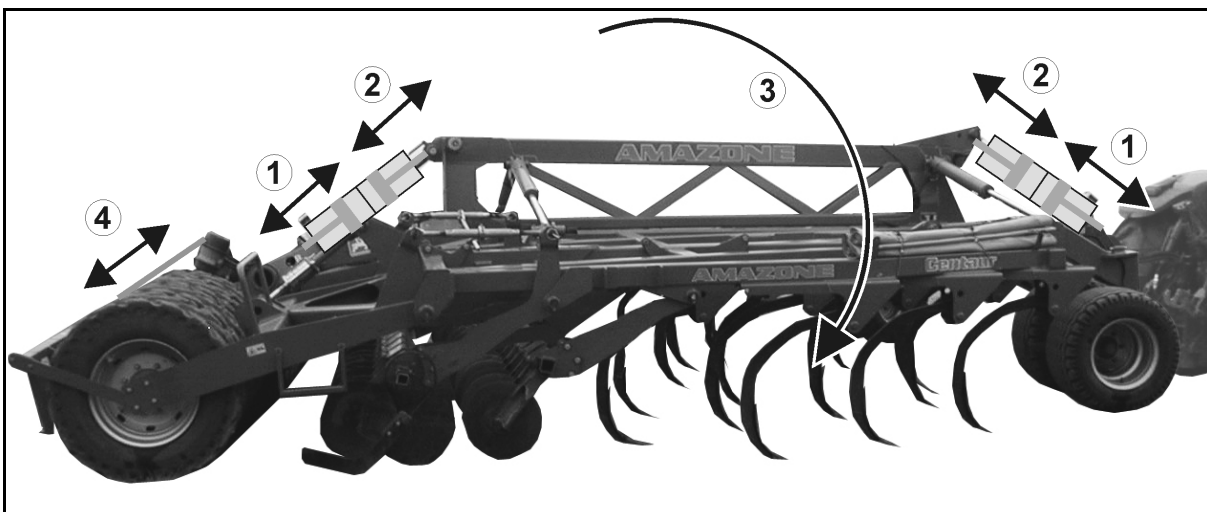

Рис. 50
- Полностью поднимите агрегат (Рис. 50/1)
- Полностью разложите агрегат (Рис. 50/3).
Активизируйте блок управления трактора 2 до полного выдвижения верхнего гидравлического цилиндра (Рис. 50/2) на дышло и ходовой части.
- Полностью поднимите агрегат (Рис. 50/2).
- Опустите средний каток (Рис. 50/4).
- Полностью опустите агрегат (Рис. 50/1).